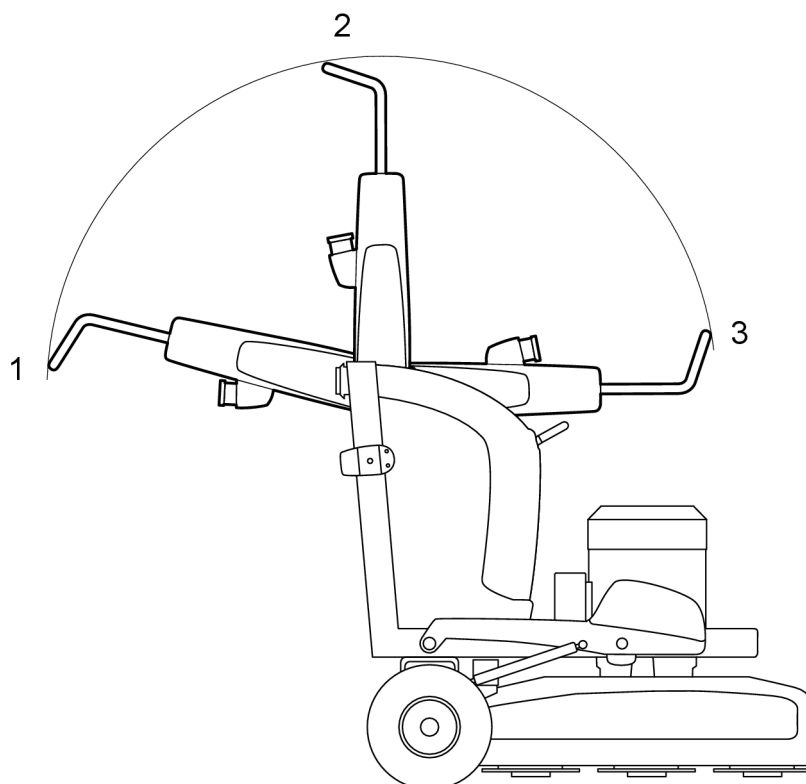

Рисунок 4-2. Положение ручки
1. Установите ручку в заднее положение, см. Рисунок 4-2, стр. 18.
4. Установите ручку в рабочее положение, см. Рисунок 4-2, стр. 18.